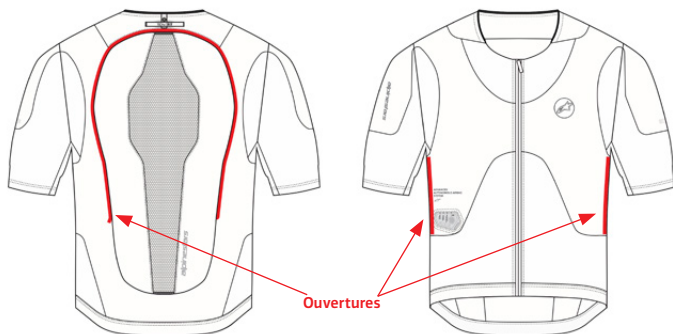

Figure 24 : Ouvertures de couche de base (1)
2. **Détachez la protection dorsale (4)** - Détachez le velcro sur la partie supérieure de la protection dorsale (4) et séparez la protection dorsale (4) de la couche de base (1).
3. **Détachez l'airbag (11)** - Par l'ouverture arrière, détachez les 12 boucles de connexion qui relient l'airbag (11) à la couche de base (1) dans la partie arrière du système et dans la zone des manches. Pour accéder aux boucles de connexion sur la partie avant du système, utilisez les deux ouvertures présentes sur les côtés de l'intérieur du vêtement, les ouvertures sont situées sur les côtés du système directement sous la zone des aisselles, comme le montre la figure 24. Procéder en retirant entièrement l'airbag (11) de la couche de base (1).